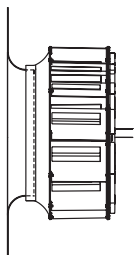

Figura 4
7. Gire la rueda con la mano para asegurarse de que no haya fricción y que gire libremente. La posición de la rueda está predeterminada y la unidad se somete a pruebas de funcionamiento en la fábrica. Es posible que se produzcan movimientos durante el envío y que sea necesaria una realineación. Consulte la Figura 4 y la tabla para ver las dimensiones apropiadas de superposición.